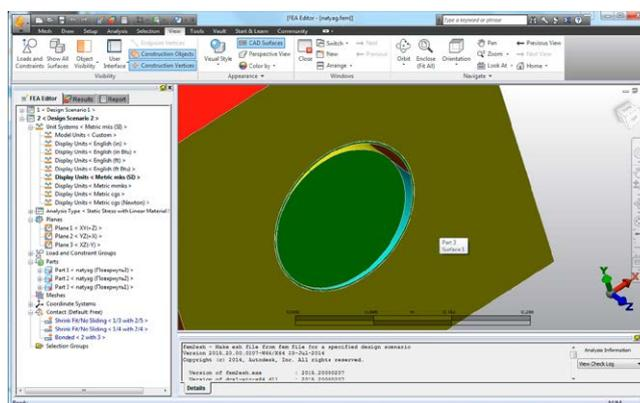

Рис. 7. Детальная объемная модель локального сегмента оболочки и каналообразователя
5. Также отдельно необходимо рассмотреть небольшую часть конструкции около каналообразователя, чтобы увидеть локальное поведение конструкции. На базе этого можно будет делать выводы о необходимости моделирования каналообразователей (рис. 7).
6. Также имеет смысл решить задачу о контактном взаимодействии каната и каналообразователя в рамках данного локального куска (рис. 7). Это позволит лучшим образом подобрать тип контакта и решить вопрос о возможности замены преднапряженного каната на его силовой аналог.